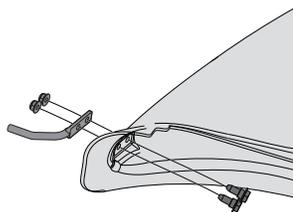

Figura 14
- Desde el interior de la bota, coloque los dos tornillos de cabeza hexagonal (738-1225) a través de los orificios en la parte inferior delantera de la bota. Consulte la Figura 14.
- Coloque la varilla de montaje (747-06043) en su lugar sobre los tornillos de cabeza hexagonal. Asegúrese de que la punta de la varilla esté hacia afuera desde la bota. Consulte la Figura 14.
- Comience a enroscar las tuercas de seguridad de la brida (712-04064) en los tornillos de cabeza hexagonal. Consulte la Figura 14.